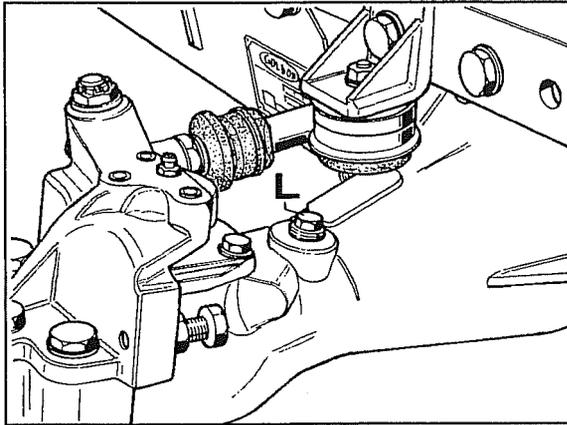
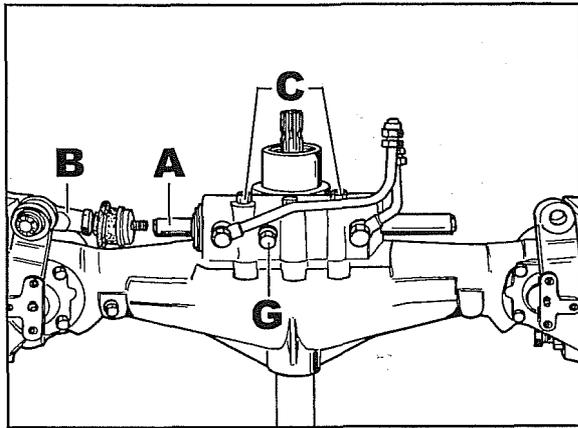

Fig. 68
Fig. 78
La existencia en cambio de una pérdida en los anillos internos entre el cilindro y el cárter, causa un pasaje de aceite que desde el cilindro se descarga en el diferencial. Este problema se advierte cuando del tapón **L** fig. 68 notamos un crecimiento del nivel de aceite. Si se verifica el llenado total del diferencial, se producirá una descarga del aceite a través del orificio del tapón de desfogue **G** fig. 78.
12. Colocar el eje como se ve en la fig. 78 mediante un banco o un especial soporte.
13. De un lado del eje desconectar el vástago **A** de la junta esférica **B** fig. 78, de la otra parte quitar completamente la junta esférica..
14. Quitar las dos tuercas **C** fig. 78 extrayendo los relativos pasadores para desbloquear los casquillos de sede cónica que retienen el cilindro.
- Las tuercas **C** fig. 78 fijación cilindro, deben ser ajustadas a 4 Kgm.